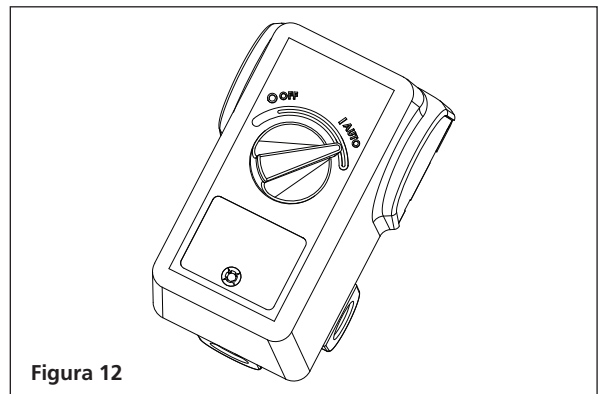

Figura 12
4. Mueva el interruptor de presión a la posición de **AUTOMÁTICO** para hacer funcionar la unidad (consulte la figura 12).
5. Haga funcionar la unidad por treinta (30) minutos a cero (0) bar (sin carga) para asentar las partes de la bomba.
7. Cambie el aceite después de las primeras cincuenta (50) horas de funcionamiento. Realice cambios de aceite cada tres (3) meses o doscientas (200) horas de tiempo de funcionamiento, lo que ocurra primero.